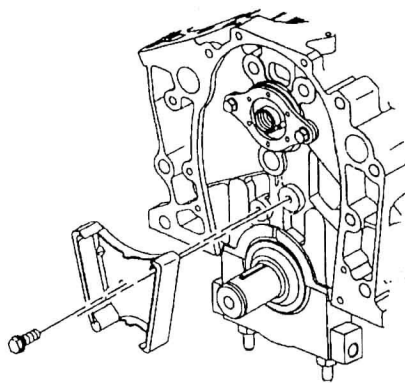

图 1-2-4 拆卸正时链条减振器螺栓和减振器
6. 拆卸正时链条减振器螺栓（图 1-2-4）。
7. 拆卸正时链条减振器（图 1-2-4）。